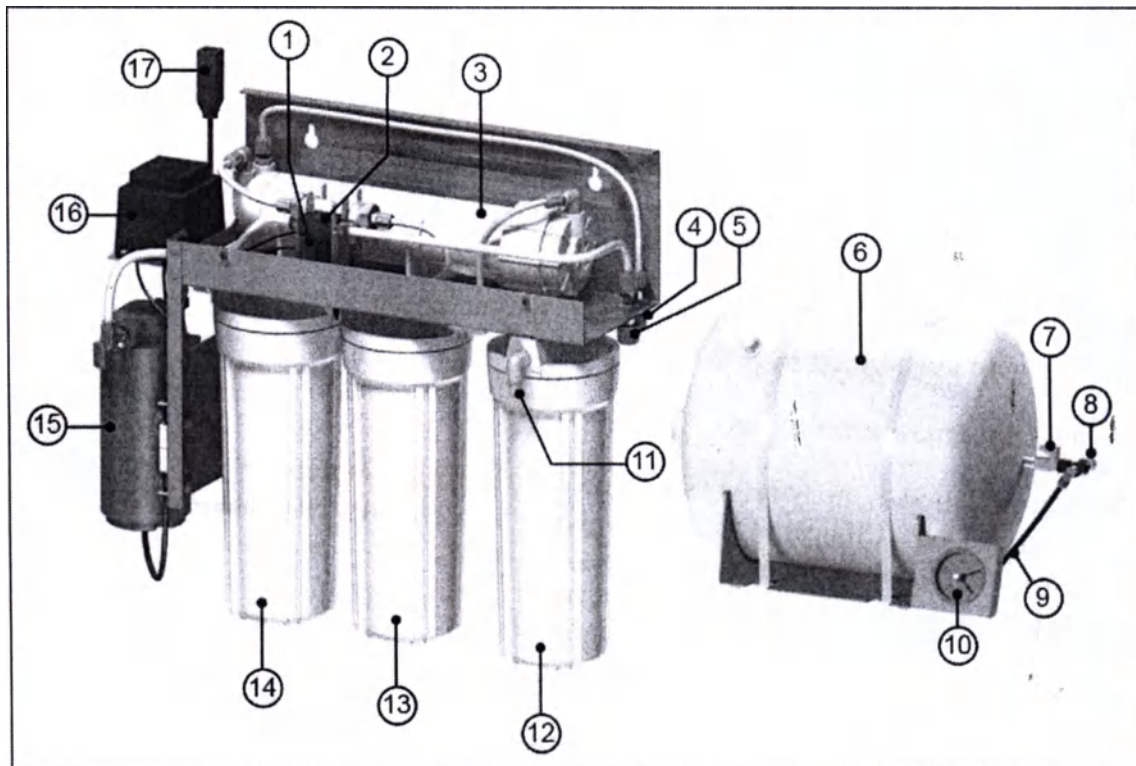

Рисунок 1: Устройство подготовки MELAdem 56 с водонапорным баком
7. Присоедините шланг 6/4 мм (0.7 м) и шланг 8/6 к соответствующим соединениям на устройстве MELAdem 56 (Рис. 1, поз. 4 и 5).
8. Присоедините шланг 6/4 мм (1.0 м) к устройству MELAdem 56 (Рис. 1, поз. 11).
10. Присоедините шланг 10/8 мм (1.0 м) к водонапорному баку (Рис. 1, поз. 8).